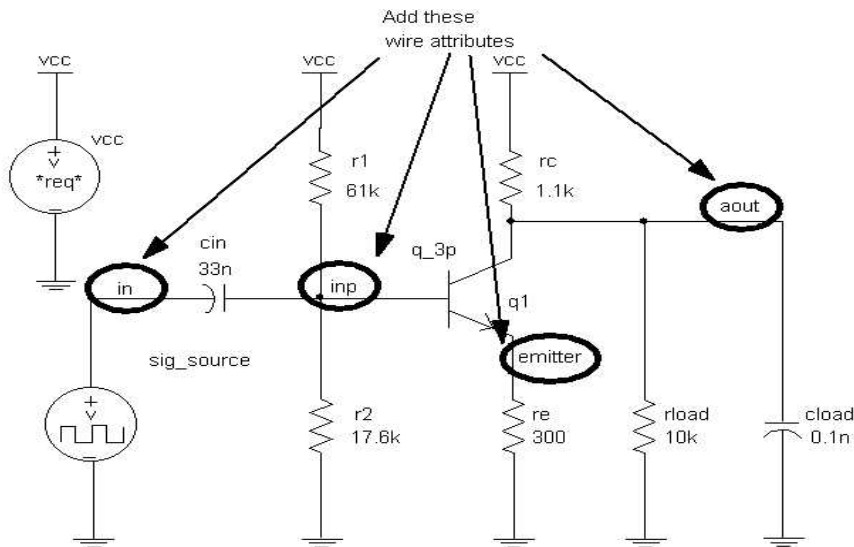

图 7 单级晶体管放大器导线标记
如果你不标记导线，Saber Sketch 自动为每根线提供名称，例如\_n30。如果你用一个便于阅读和理解的命名来标记导线，这对于将来的设计分析是有用的，如图 7 所示。
要增加图 7 中所示出的 4 个导线标记的话，可按以下步骤进行：
4. 将 Name 字段中的值改成理想的文字串，参看图 7。